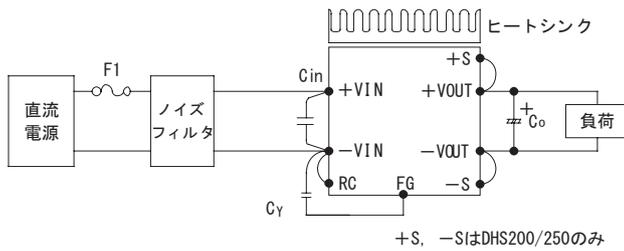

図1.1 標準接続方法
■電源を使用するためには、図1.1の接続と表1.1の外付け部品が必要です。
■入力ラインでの帰還ノイズ低減、電源の安定動作のために、ノイズフィルタ、接地コンデンサCyを接続してください（図1.1）。
■入力ラインへの帰還ノイズ低減、電源の安定動作のために、入力側+VINと-VIN間にコンデンサCinを接続してください（図1.1）。
- 出力安定度向上のために、出力側+VOUTと-VOUT間にコンデンサCoを接続してください(図1.1)。推奨容量を表2.2に示します。